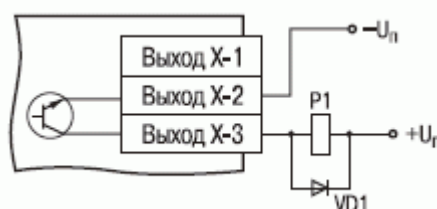

Рис. 4. Схема включения транзисторного выхода.
*Транзисторный ключ* применяется, как правило, для управления низковольтным реле (до 60 В). Схема включения приведена на рис. 4. Во избежание выхода из строя транзистора из-за большого тока самоиндукции параллельно обмотке реле Р1 необходимо устанавливать диод VD1, рассчитанный на напряжение 100 В и ток 1 А.